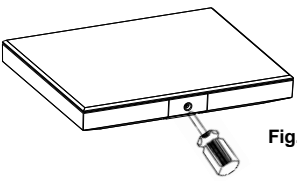

Fig.3
- Serrer la vis de fixation « G » (Fig. 3).